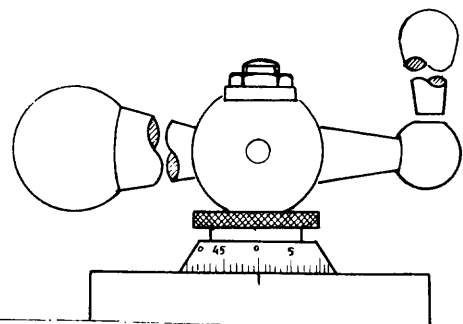

Fig. 10
- c Tome referencia, gire y fije el anillo graduado en cero (fig. 10).